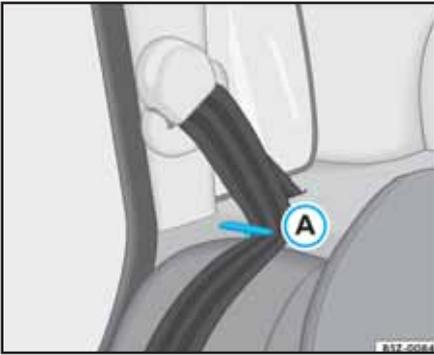

Fig. 94 Posicionador del cinturón para inclinación del asiento
- Posicione las tiras de los cinturones de seguridad en sus respectivos posicionadores ⇒ fig. 94 (A).
- Retire las tiras de los cinturones de seguridad de los posicionadores ⇒ fig. 94 (A). Para los vehículos con cinturones de tres puntos fijos, recoleque las lengüetas en los respectivos cierres.